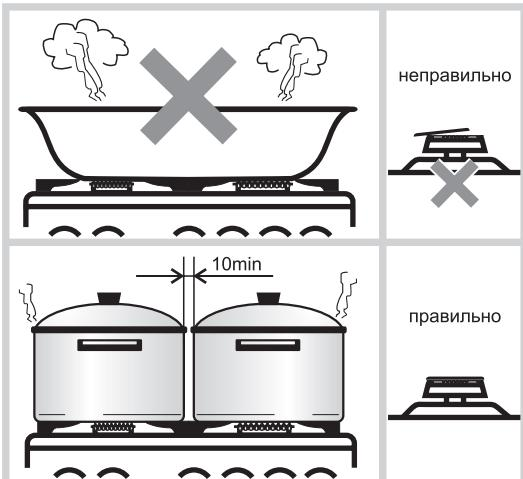

Рис.19
- Размеры посуды (см. таблицу 5 и рис.19) и режим работы горелок нужно выбирать таким образом, чтобы пламя не выходило за края и не «лизало» боковые стенки.
| 6. Не работает электророзжиг- нет искры- есть искра, но не зажигает | - повреждена проводка к разряднику;- сломан корпус разрядника;- сильно загрязнен или залит разрядник;- слишком большое давление газа в сети;- смешены или не установлены горелки и/или крышки горелок. | - *заменить разрядник;- *заменить разрядник;- прочистить и просушить разрядник;- зажигать при меньшей подаче газа;- правильно установить горелку и крышку горелки (рис. 19).   |